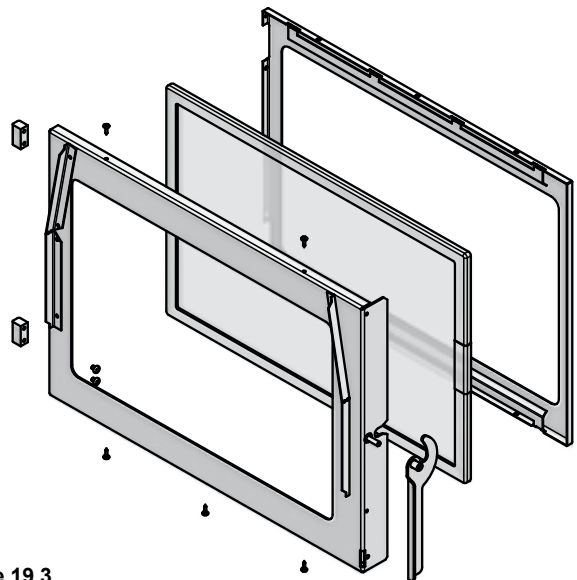

Figure 19.3
2. Utilisez un tournevis à tête cruciforme pour enlever les 4 vis (2 situées sur le dessus et 2 sur le dessous). Enlevez le support en métal et la vitre (Figure 19.3).